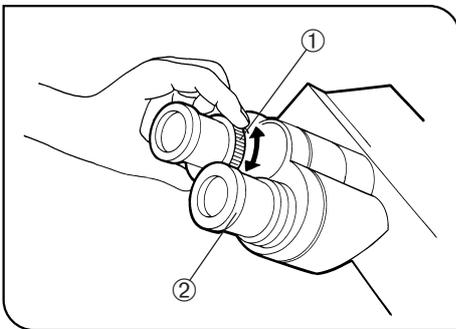

Abb. 12
(Abb. 12 & 13)
2. Durch das Okular mit Dioptrieneinstellung blicken und den Dioptrieneinstellung ① drehen, um das Objekt scharfzustellen. (Abb. 12)
1. Mit dem rechten Auge durch das rechte Okular blicken und den Dioptrieneinstellung ② oben am Okular drehen, bis das Doppelfadenkreuz im Sehfeld scharf zu erkennen ist. (Abb. 12 & 13)
3. Mit dem linken Auge durch das linke Okular hindurchsehen und den Dioptrieneinstellung ① drehen, um das Objekt scharfzustellen.